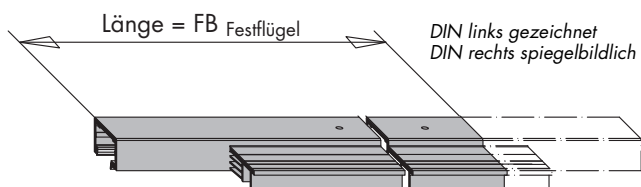

Bild 1
- Aufsatzschiene HH0132-06 **(35)** entsprechend der Schieberichtung DIN links oder DIN rechts ablängen (Bild 1).